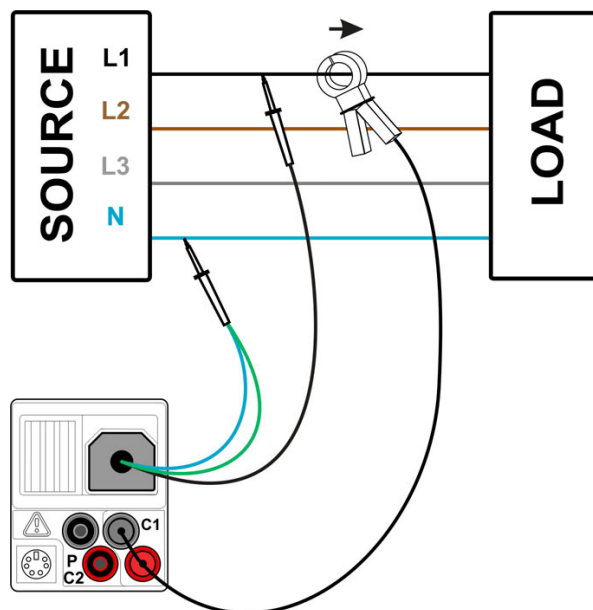

Abbildung 7.2: Leistungsmessung
- **Schließen Sie** die Spannungs-Prüfleitungen und die Stromzange an das Prüfstück an (siehe Abbildung 7.2).
(Siehe Abbildung 7.2)
- Schließen Sie** die Spannungs-Prüfleitungen und die Stromzange an das Prüfstück an (siehe Abbildung 7.2).